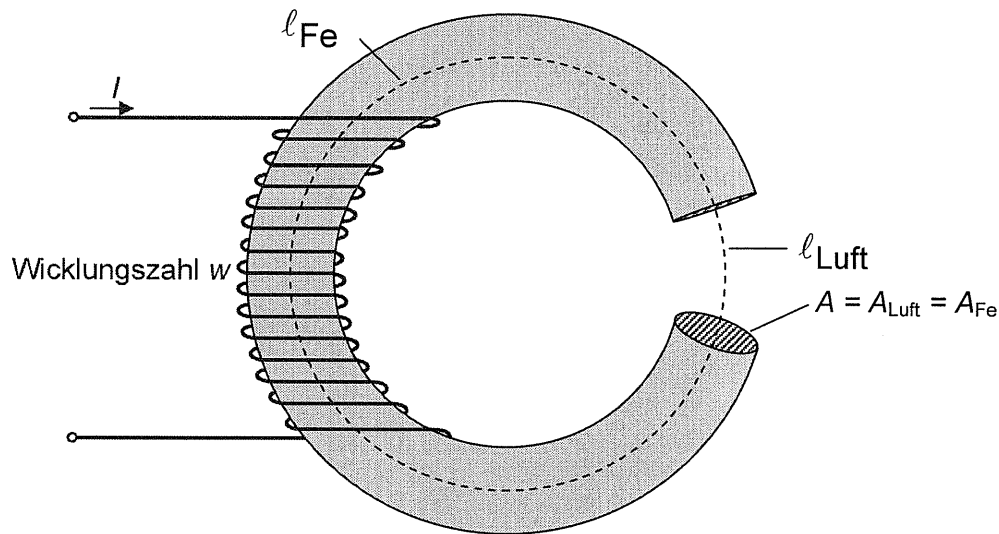

Abbildung 2: Toroidspule aus Eisenkern mit Luftspalt
- c. Der Keramikern werde nun durch einen Eisenkern mit Luftspalt ersetzt (Abbildung 2), die Anzahl der Wicklungen wird auf den Wert w reduziert. Die Querschnittsfläche $A_{\text{Fe}} = A_{\text{Luft}} = A$ sei bekannt und überall gleich groß. Weiterhin sind die mittlere Weglänge im Eisen l_{Fe} , die mittlere Länge des Luftspalts l_{Luft} und die relative Permeabilität μ_r des Eisens gegeben. Der Verlauf des magnetischen Felds innerhalb des Kerns sei homogen. Bestimmen Sie formal den magnetischen Gesamtwiderstand und die Induktivität der Anordnung! Rechnen Sie mit den angegebenen mittleren Weglängen!